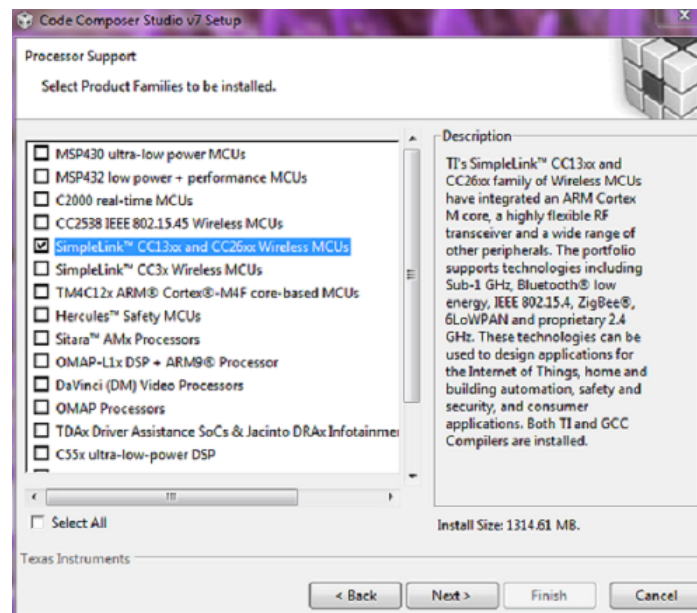

图 1. 处理器支持 (Processor Support) 菜单
- 安装 CCS 时，展开处理器支持 (Processor Support) 菜单的 SimpleLink 无线 MCU (SimpleLink Wireless MCU) 列表，然后选择 → SimpleLink CC13xx 和 CC26xx Wireless MCS，如图 1 所示。